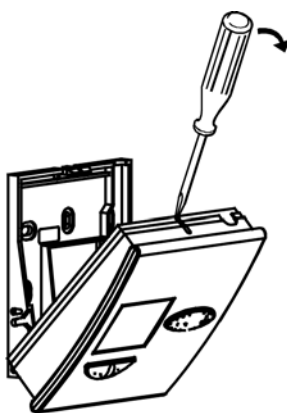

Рис. 24
- Закрепите пульт управления винтами на соответствующей розетке или непосредственно на стене (см. рис. 24).